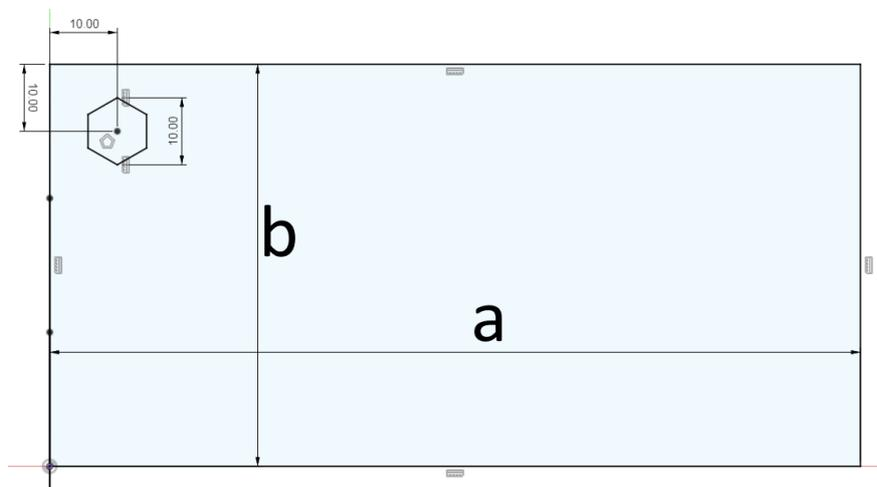
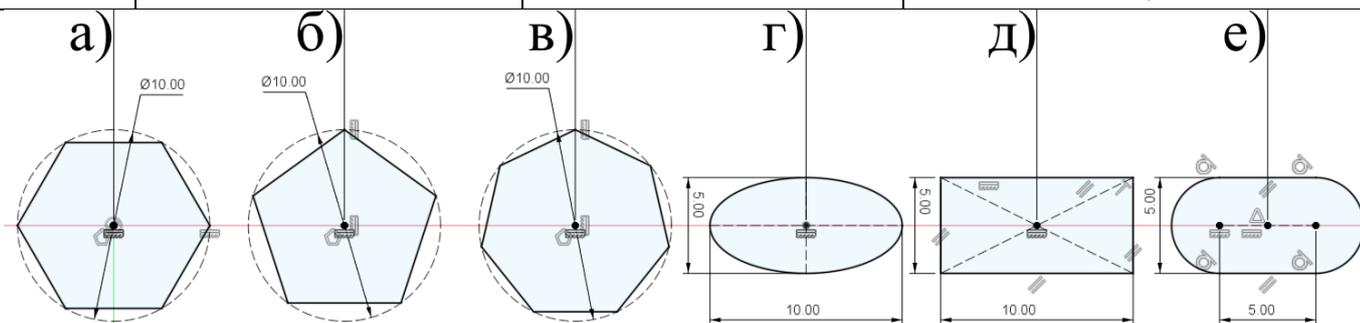

Рис. 5.1. Побудова ескізу
Рис. 5.4. Профілі отворів
2. На верхній грані створіть новий ескіз. Відступивши від верхнього та лівого країв на 10 мм побудувати контур майбутнього отвору (рис. 5.1), профіль якого задано за варіантом (рис.5.4).